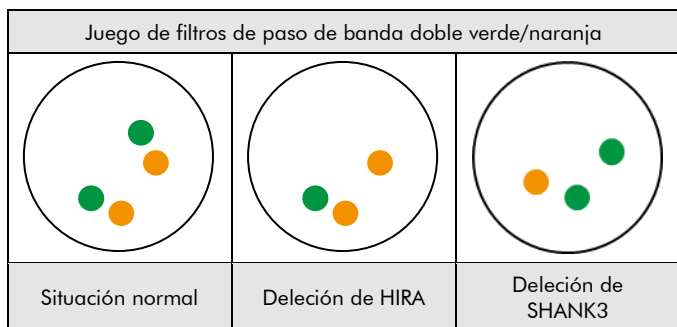

Fig. 2: Resultados previstos en núcleos normales y anómalos
**Situación normal:** En las interfases de células normales o células sin una delección que afecte a las regiones génicas correspondientes, aparecen dos señales naranjas y dos verdes (ver Fig. 2).
**Situación anómala:** En una célula con delección que afecta a la región del gen HIRA, se observará un número reducido de señales verdes. Las delecciones que afectan solo a partes de la región del gen HIRA pueden dar lugar a un patrón de señal normal con señales verdes de tamaño reducido. En una célula con delección que afecta a la región del gen SHANK3, se observará un número reducido de señales naranjas. Las delecciones que afectan solo a partes de la región del gen SHANK3 pueden dar lugar a un patrón de señal normal con señales naranjas de tamaño reducido (ver Fig. 2).